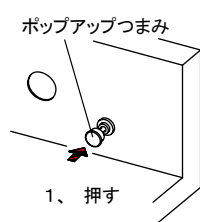

図6
- ②ポップアップつまみを押し込み、ボウル立ち上がりの背面に排水栓ケーブルを引き出してください。(図6)
- ③つまみ溝とケーブル引掛け穴を合わせて、排水栓ケーブルをポップアップつまみに接続してください。(図6、7)